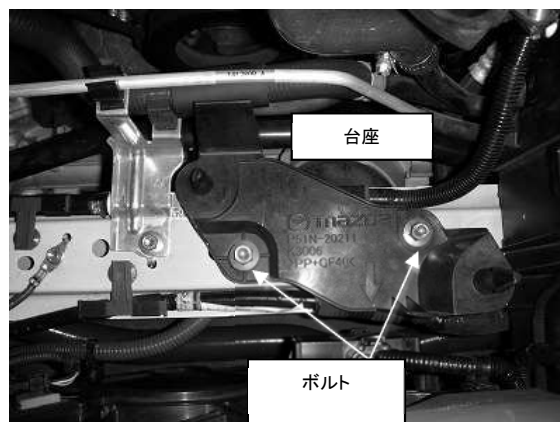

図 4
- 6) ボルト 2 本を外し、純正クリーナーBOX の台座を取り外して下さい。図 4 参照